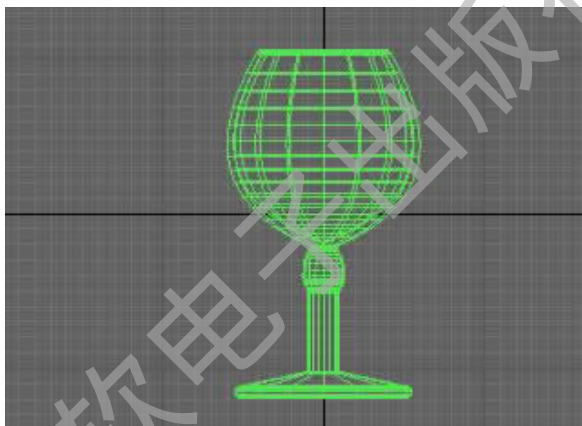

图 2-51 加车削修改器
Step 4. 进入修改类表选择“撤销修改器”,在参数面板中将对齐方式改为最小,如图 2-51。